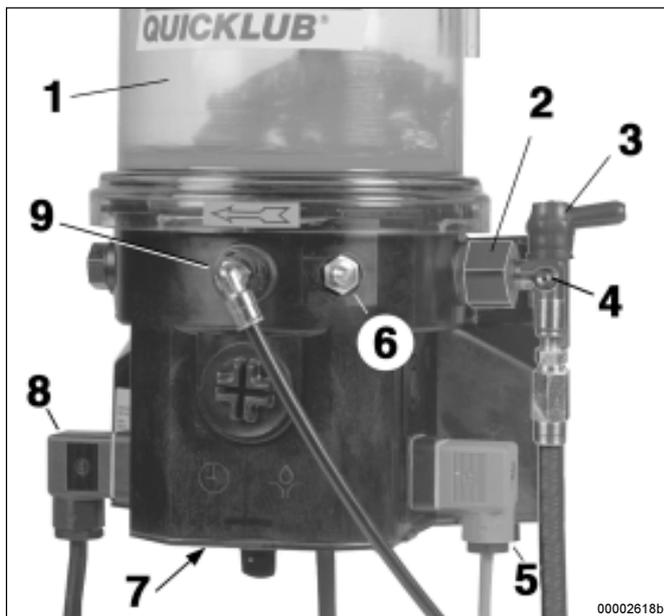

Abb. 2: - Teile der Pumpe
- Wenn der Behälter leer ist, kann der potentialfreie Kontakt (Würfelstecker 5, Abb. 2) benutzt werden um das Blinken einer Kontrolllampe auszulösen, siehe auch unter Abschnitt Leermeldung